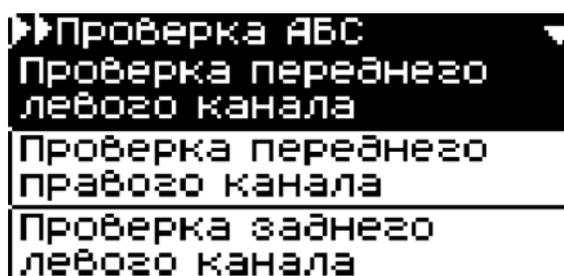

Рис. 16 Тест ПРОВЕРКА АБС
2.4.1 Тест **Проверка правильности подключения трубопроводов и работоспособности клапанов гидроагрегата** проводится в 4 этапа – **Проверка переднего левого канала, Проверка переднего правого канала, Проверка заднего левого канала** и **Проверка заднего правого канала** (рис. 16).